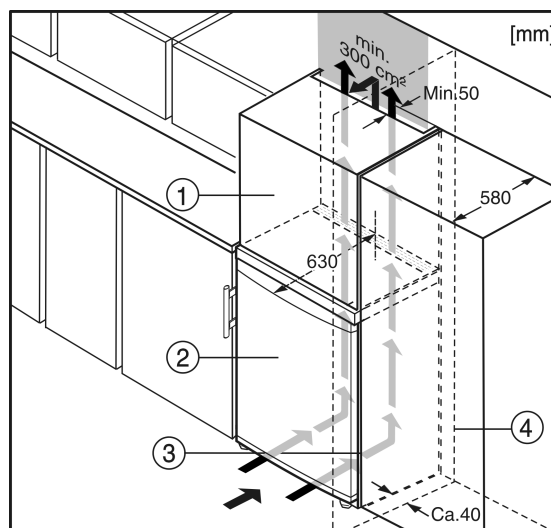

Fig. 6
- (1) Élément haut
- (2) Appareil
- (3) Placard de cuisine
- (4) Mur
L'appareil peut être entouré de meubles de cuisine. Pour adapter l'appareil Fig. 6 (2) à la hauteur des placards de la cuisine intégrée, on peut placer un élément haut Fig. 6 (1) au-dessus de l'appareil.*
Lors de la transformation avec des placards de cuisine (profond. max. 580 mm) l'appareil peut être placé directement à côté du placard Fig. 6 (3). La porte de l'appareil saillit latéralement de 34 mm et au milieu de l'appareil de 50 mm par rapport à la face avant du placard de cuisine. Ainsi, elle se laisse ouvrir et fermer sans problèmes.*
Si l'appareil est installé avec les charnières à côté d'un mur *Fig. 6 (4)*, la distance entre l'appareil et le mur doit être de 40 mm min. Ceci correspond à la saillie de la poignée lorsque la porte est ouverte.*